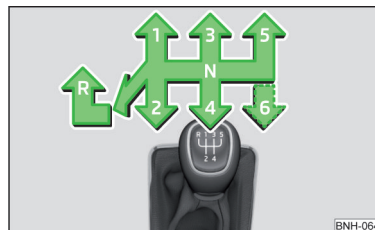

Abb. 191
Auf dem Schalthebel ist das Schaltschema für die einzelnen Gangstellungen dargestellt » Abb. 191.
- › Den Schalthebel nach unten drücken, völlig nach links und dann nach vorn in **R**-Stellung stellen » **Abb. 191**.